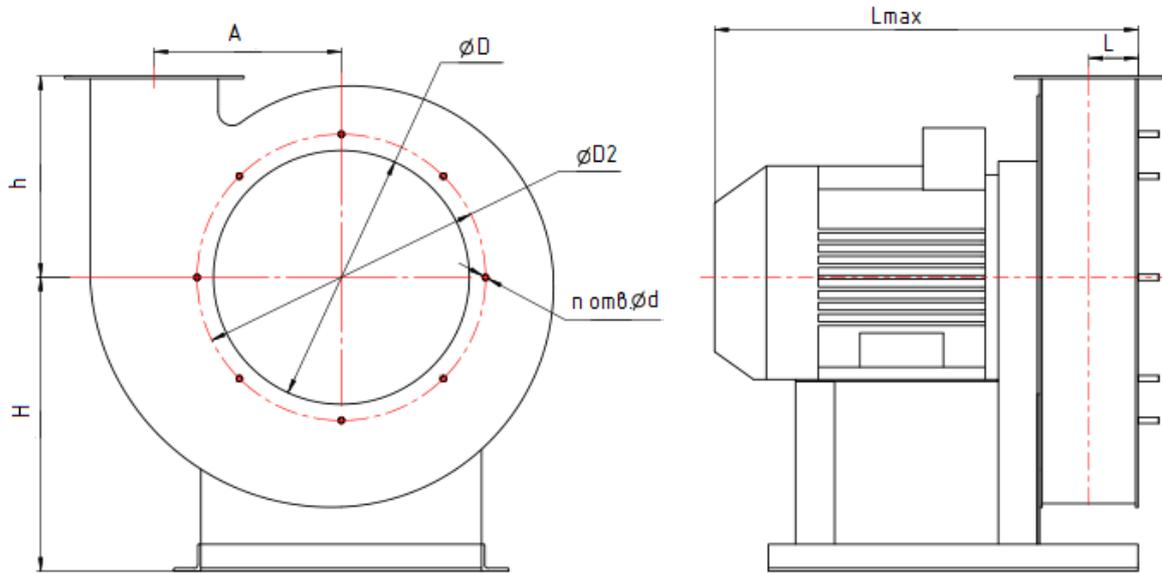

Рис.1. Габаритные и присоединительные размеры вентиляторов ВР 12-26
1.1.1. Устройство вентиляторов, габаритные, присоединительные и установочные размеры вентиляторов указаны на рис. 1,2 и в табл. 1.